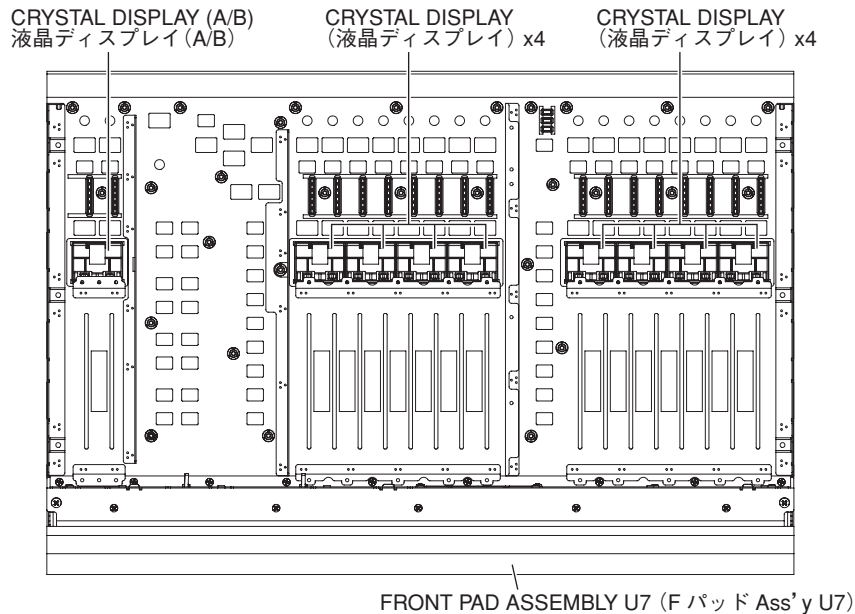

Fig. 11 (図 11)
- B-13-4. Remove the crystal display. (Fig. 11)
- B-13-4. 液晶ディスプレイを外します。(図 11)
- B-14-3. Remove the crystal display. (Fig. 11)
- B-14-3. 液晶ディスプレイを外します。(図11)